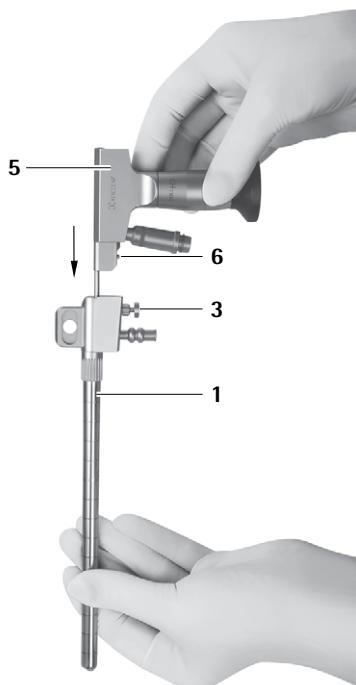

Рис. 2
- Зафиксировать эндоскоп 5 в троакаре MINOP InVent 1, см. Рис. 2.